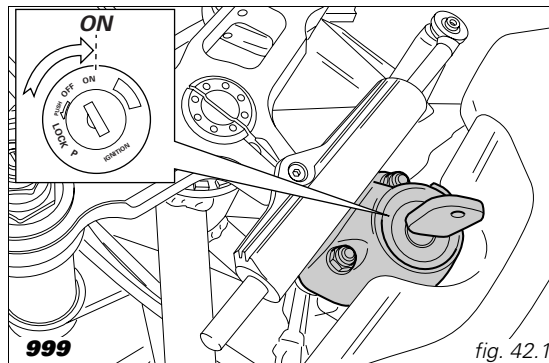
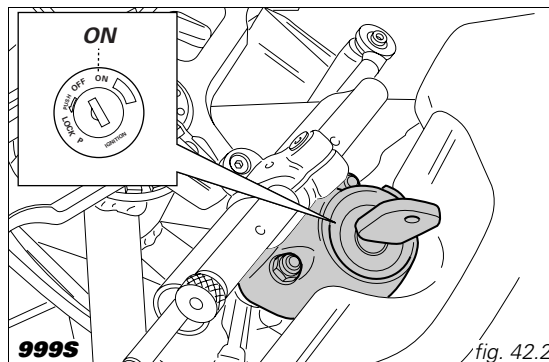

fig. 42.1
fig. 42.2
1) Tournez le contacteur d'allumage sur la position **ON** (fig. 42.1 et fig. 42.2). Vérifiez que le témoin vert N et le témoin rouge  au tableau de bord soient allumés.